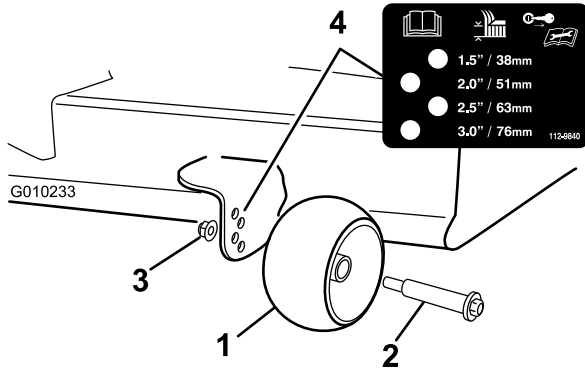

Figura 19
3. Ajuste los rodillos protectores del césped según se muestra en **Figura 19** a la posición de altura de corte más próxima.